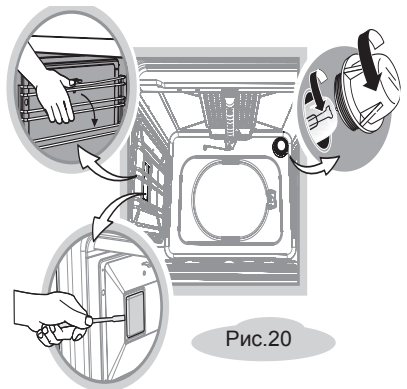

Рис.20
- Открытые стеклянный плафон (рис.20).
- Плафон боковой подсветки, при наличии, снимается с небольшим усилием. (рис. 20).